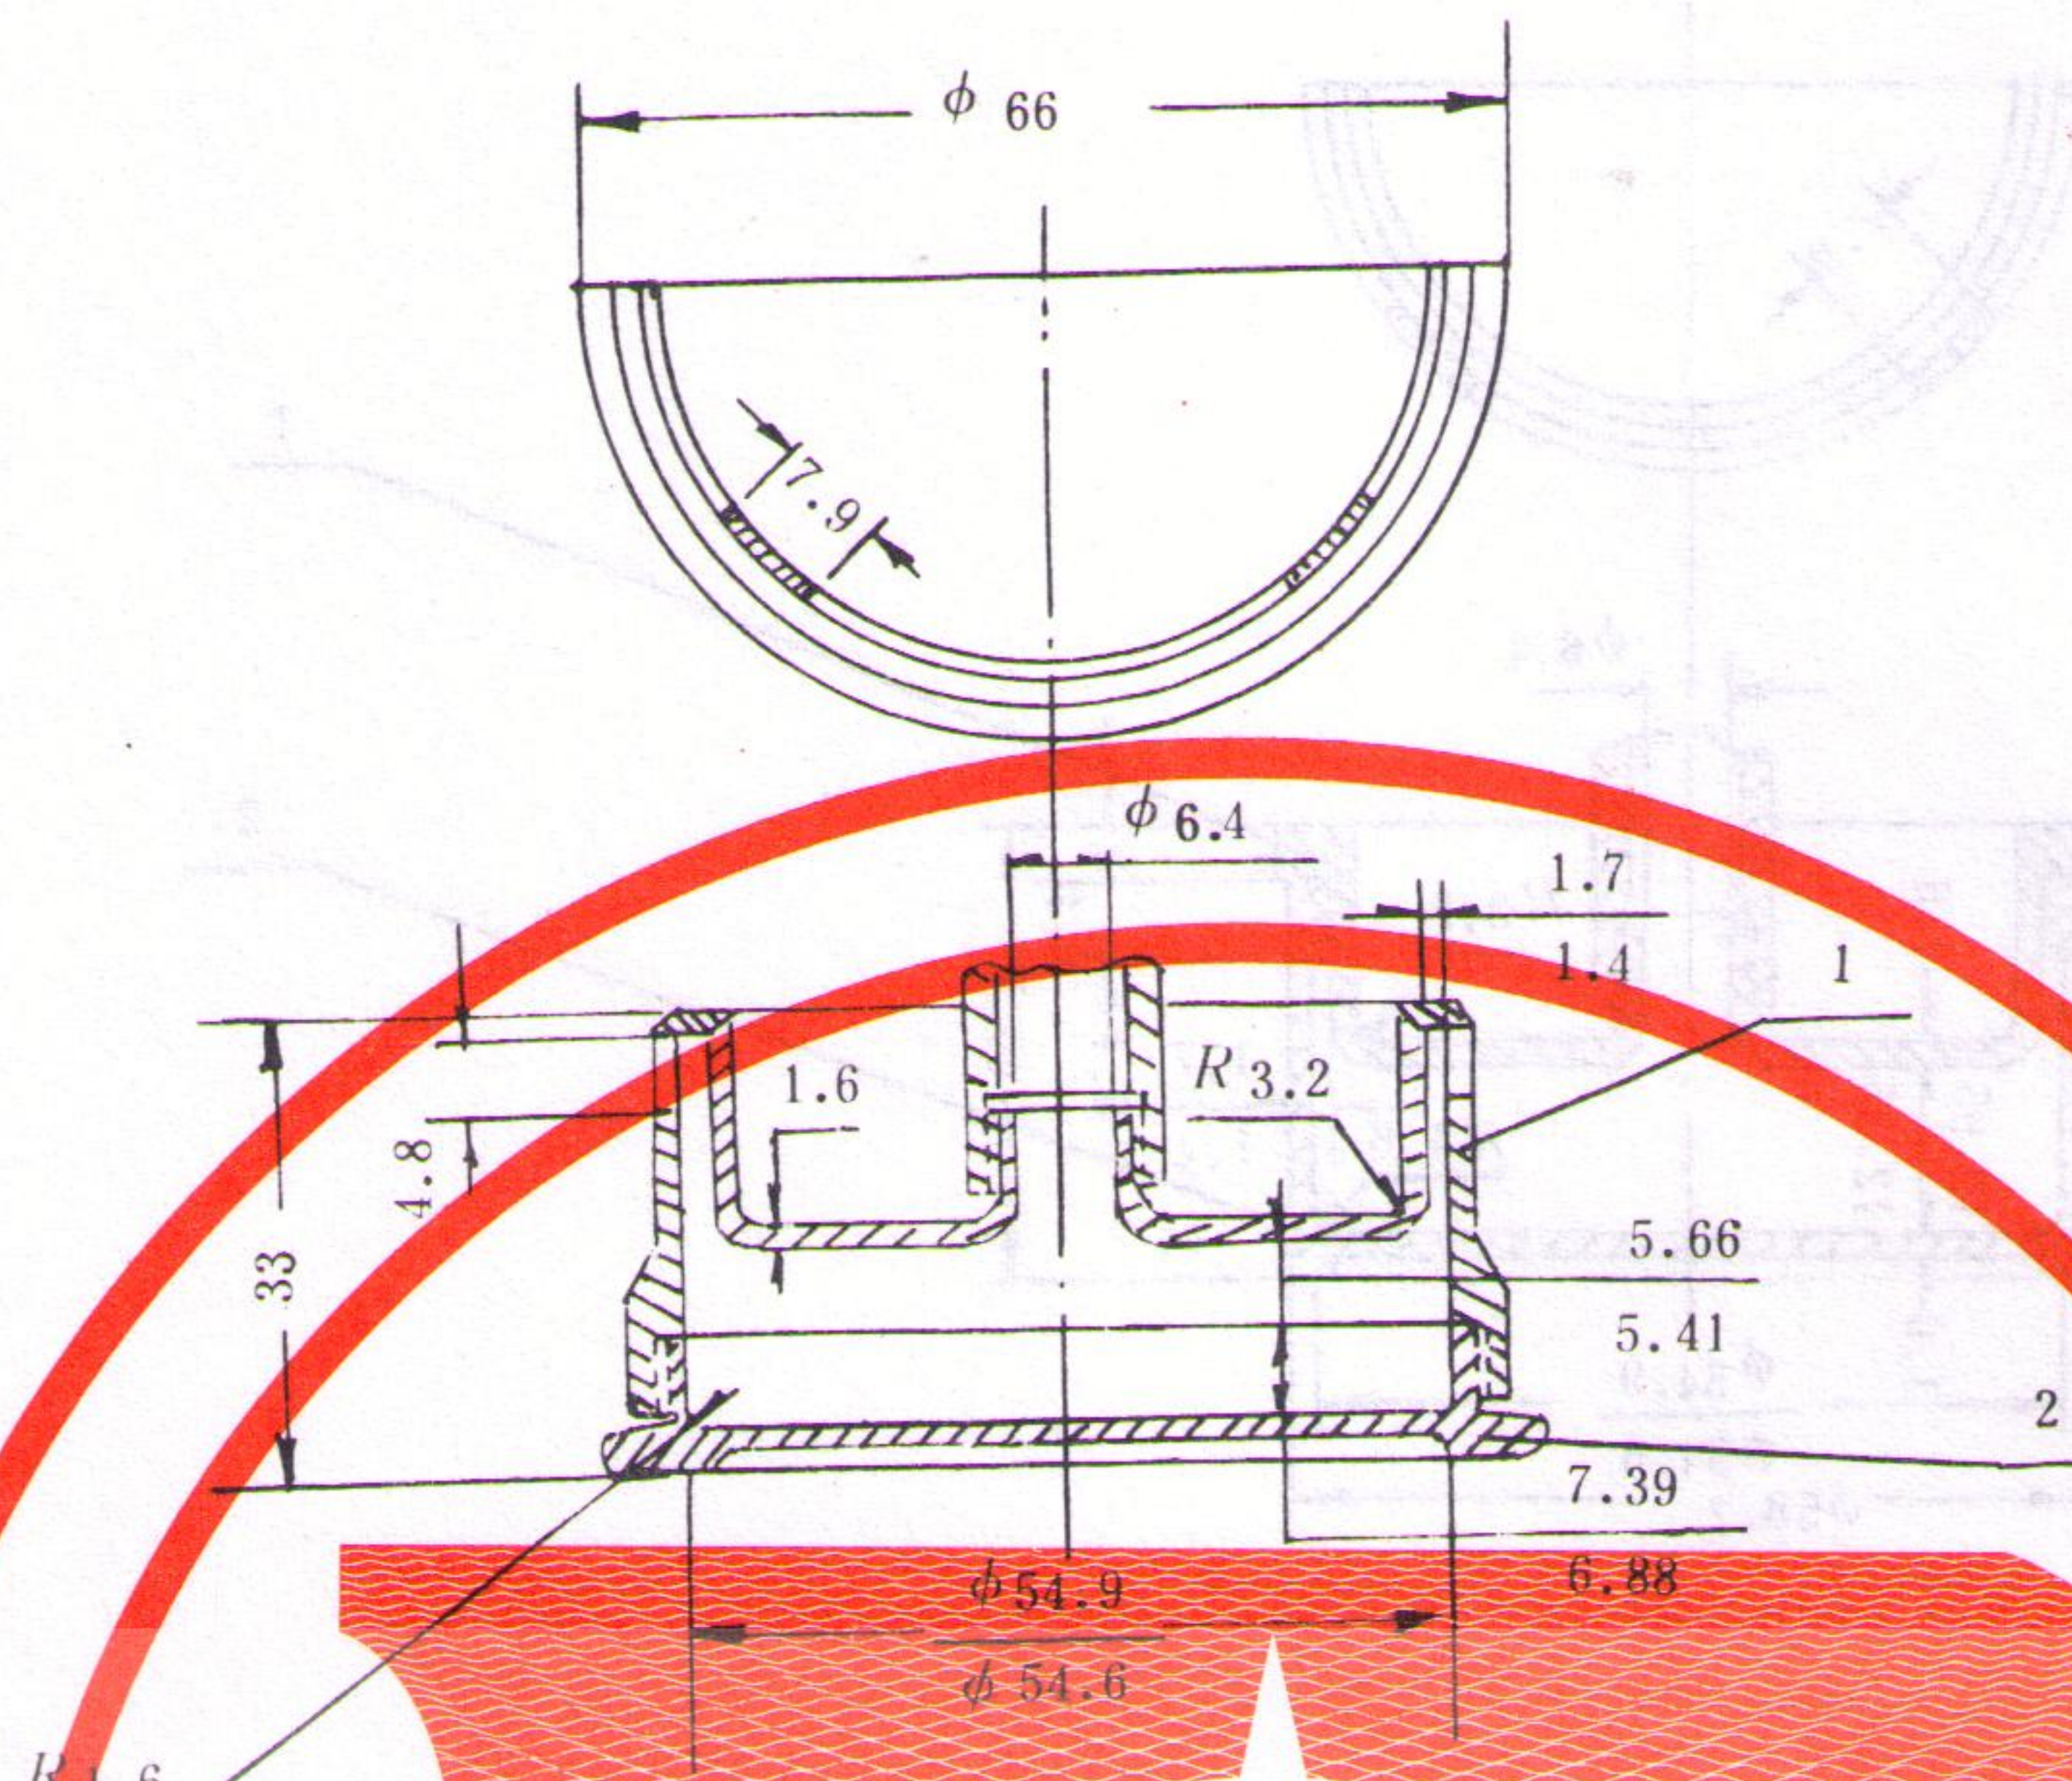

图2 润滑脂试样杯组合件
3.1 称量洗净的试样杯和罩子（图2所示）精确至1mg。取掉罩子，将脂杯填满润滑脂，操作中应小心，以防空气混入，用直边刮刀刮润滑脂使和脂杯边缘相平，用干净的棉纱擦掉留在脂杯边缘或螺纹处的润滑脂，把罩子紧密地拧到脂杯上而不要触动已刮平的润滑脂表面。称量组合件并记录试样的净重，精确至1mg。